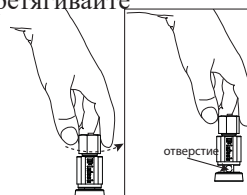

Рисунок 08— Отверстие выходного терминала
- Поворачивайте наконечник выходного разъема против часовой стрелки, пока не появится отверстие (Рисунок 08).
- Вставьте соединительный кабель громкоговорителя в отверстие на клемме выходного разъема или в отверстие кабельного наконечника вокруг центрального стержня выходного разъема (Рисунок 08).